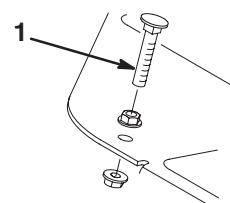

Figure 53
1. Enfoncez la pédale de déplacement. Si la pédale touche la butée (Fig. 53) avant que la tension soit ressentie sur le câble, un réglage est requis.
- A. Desserrez les contre-écrous à collet de fixation de la butée de pédale au plancher (Fig. 53).